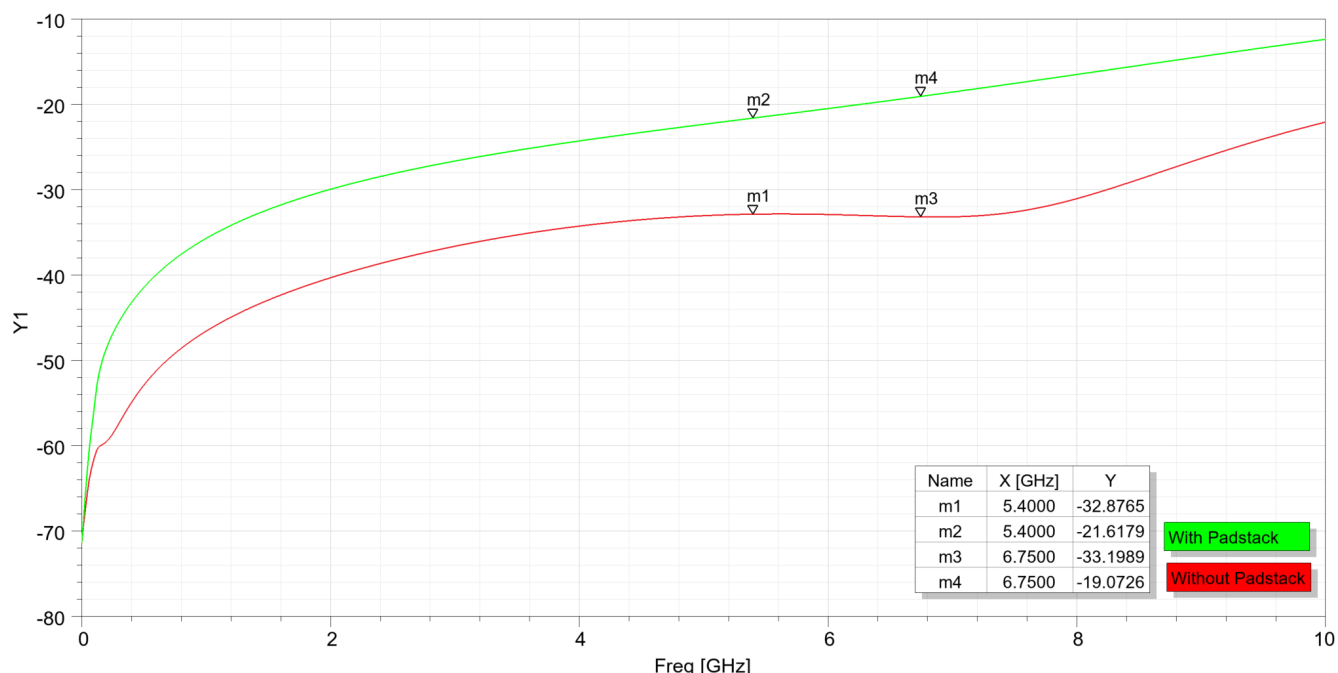

図 3-11. 反射損失 (S11)。NFP の有無による比較
- 図 3-11: NFP の有無にかかわらず、反射損失 (S11) が発生